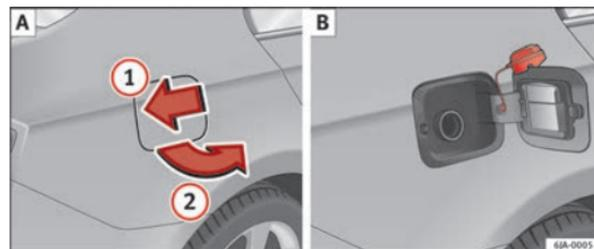

Fig. 122 Arrière du véhicule, côté droit : trappe à carburant/trappe à carburant avec bouchon dévissé
Un autocollant placé sur la face intérieure de la trappe à carburant indique le type de carburant approprié pour votre véhicule, ainsi que la taille du pneu et la pression de gonflage de celui-ci → fig. 122 [B].
- Appuyez sur la trappe à carburant dans le sens de la flèche ① → fig. 122.
- Ouvrez le cache dans le sens de la flèche ②.
- Dévissez le bouchon de fermeture du réservoir à carburant vers la gauche et placez-le au-dessus de la trappe à carburant → fig. 122 [B].